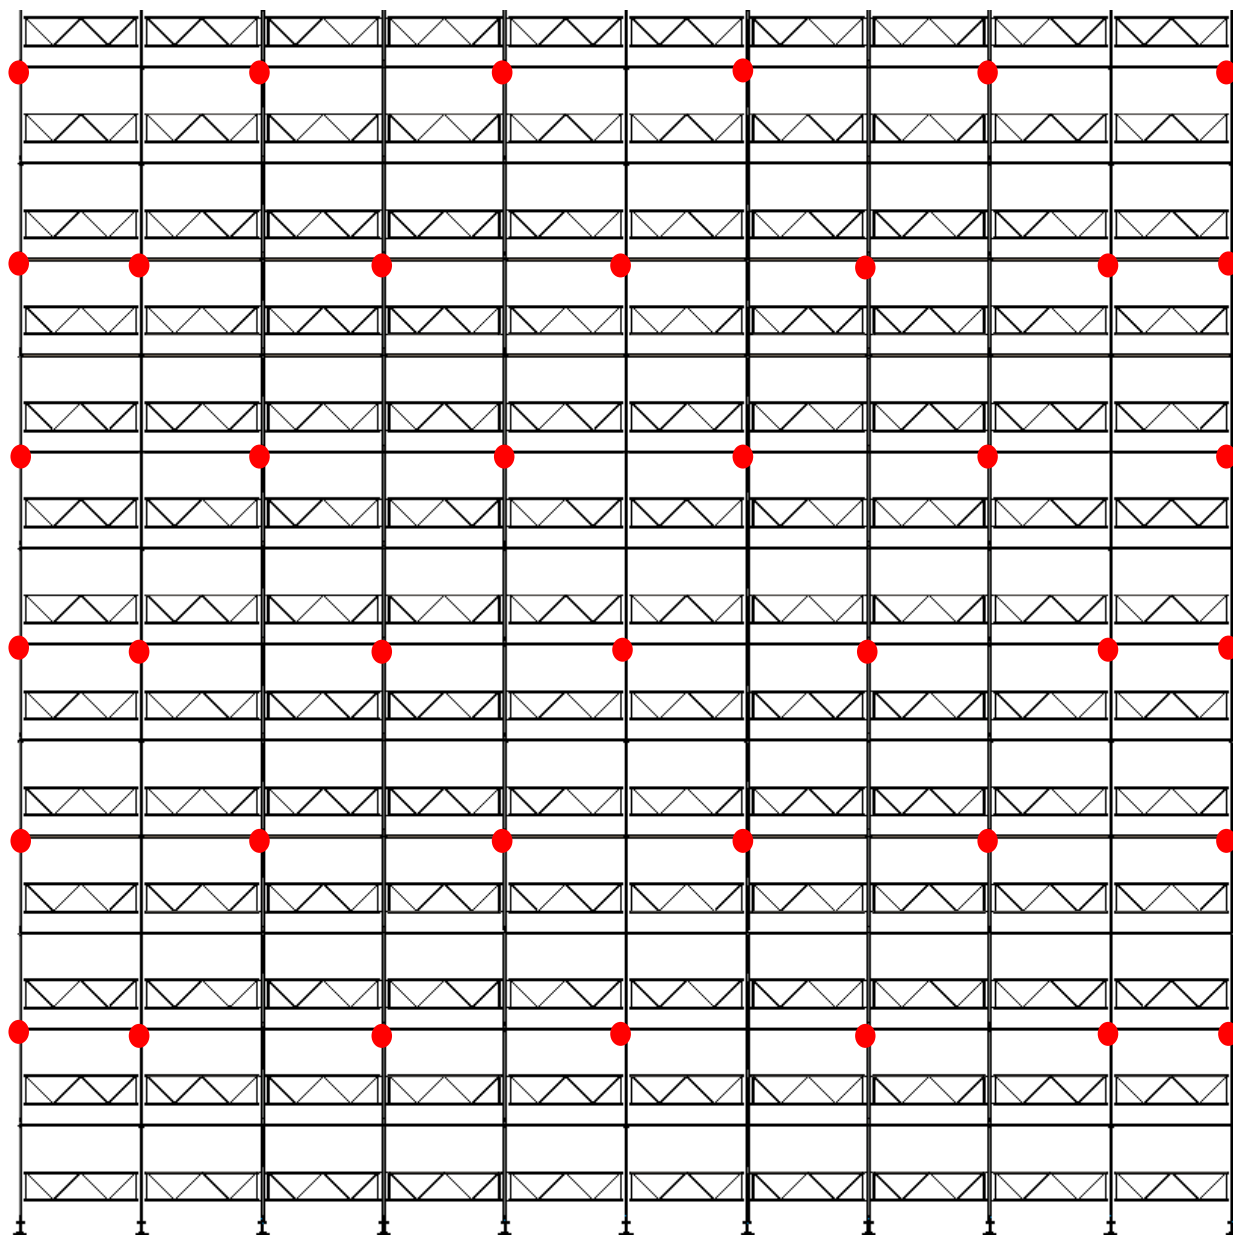

Figure 31 : espacement des points d'ancrage pour échafaudages sans écran de protection
- En quinconce du bas vers le haut (figure 31)